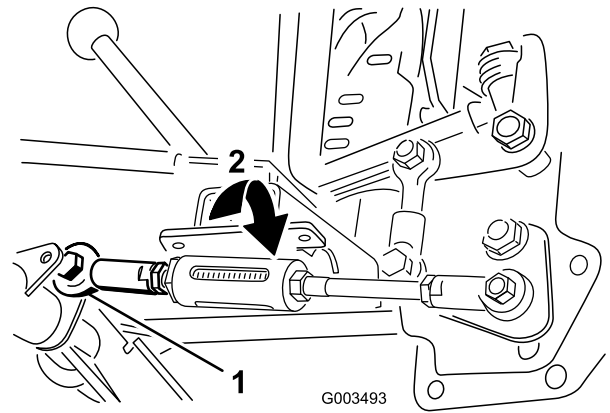

Figura 19
- A. Retire el perno y la tuerca que sujetan la varilla al tubo de pivote (Figura 19).
- B. Gire la articulación esférica indicada en Figura 19 para cambiar la longitud de la varilla, como se indica a continuación: